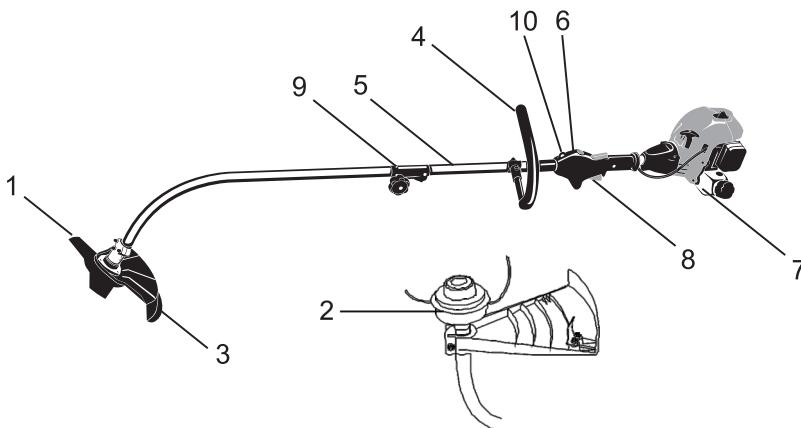

Рис.2. Расположение основных элементов бензотrimмера:
Основные элементы и части бензотrimмера представлены на рис. 2.
Ремень крепится к штанге с помощью держателя. Согласно рис.5 наденьте ремень на шею и пристегните карабин за место крепления (10), см. рис. 2.